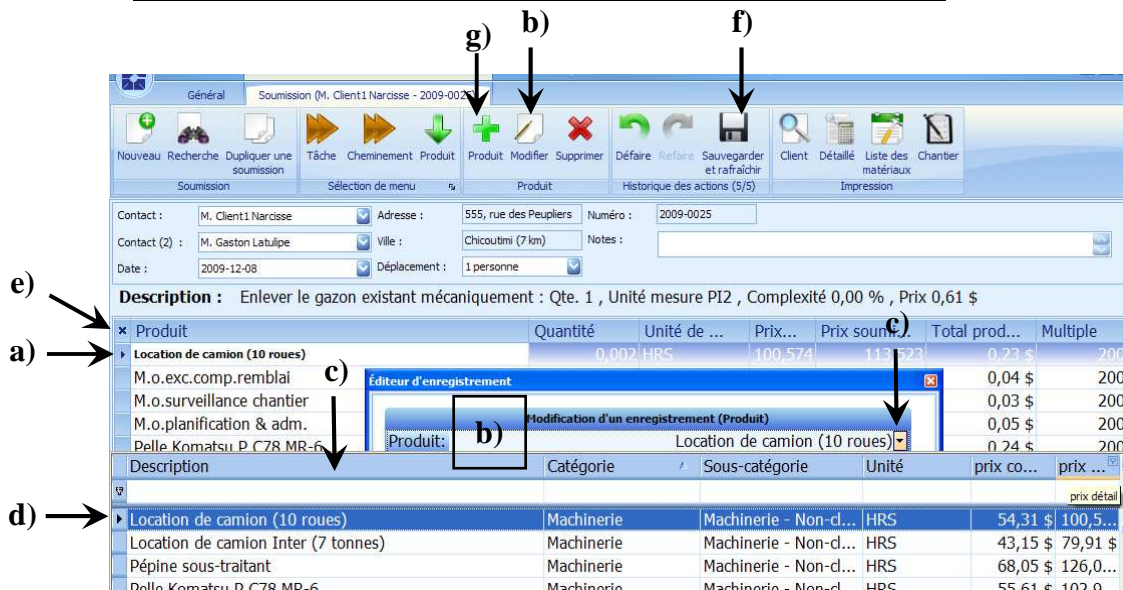

Figure 5.8. : Modifier ou ajouter un produit dans un cheminement
5.9 Ajouter un produit dans le cheminement de la soumission (Figure 5.8)